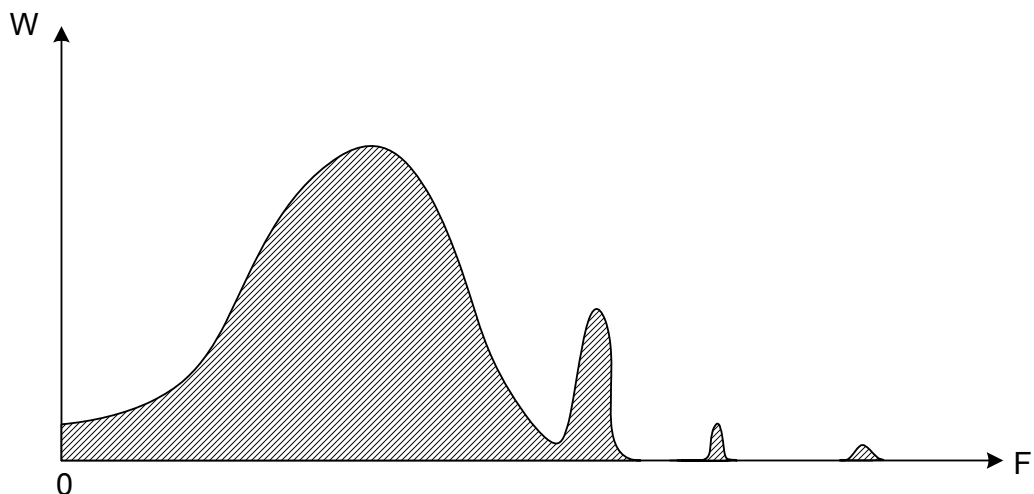

Рисунок 3
10.15\* Для работы на безнапорных трубопроводах и коллекторах: подключить блок БИВ (смотри рисунок 3 приложения В) к разъему «Сигнал» на ПБ.